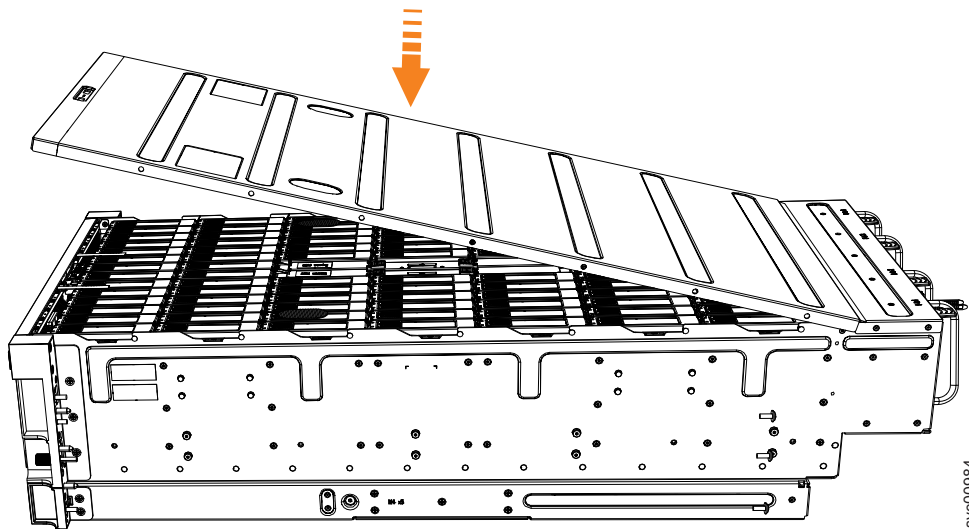

図 60. 2076-92F 上部カバーの位置合わせ
1. 図 60 に示すように、カバーを慎重に下げて、エンクロージャーの背面に正しく位置合わせされていることを確認します。